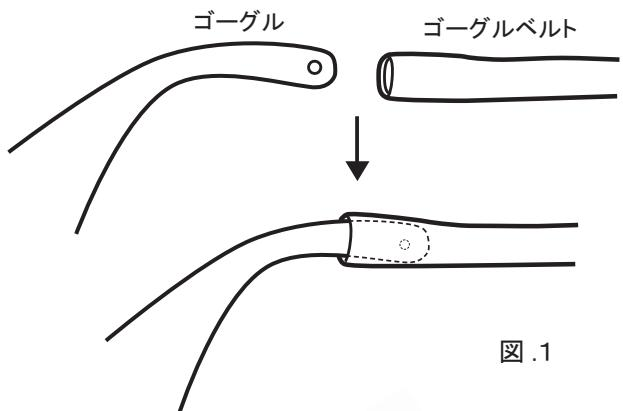

図.1
(2) ゴーグルの使い方
① ゴーグルベルトの装着・使い方
- ① ゴーグルに割れ、ヒビ、破損等がないことを確認してください。
- ② ゴーグルベルトを図.1のように装着してください。
- ① Lプロハーネスは消耗品です。切れ、ほつれ、損傷等がないことを確認し、図.1のように装着してください。